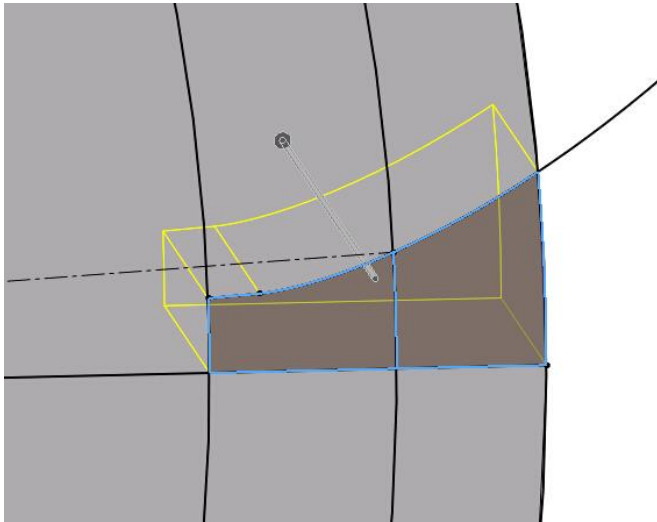
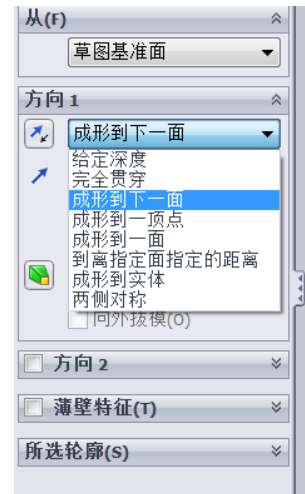

图 3-45 拉伸切除轮廓
图 3-46 拉伸切除对话框
(1) 创建“拉伸切除”特征，选择如图 3-45 所示轮廓，在方向 1 面板中选择“成形到下一面”，如图 3-46 所示。